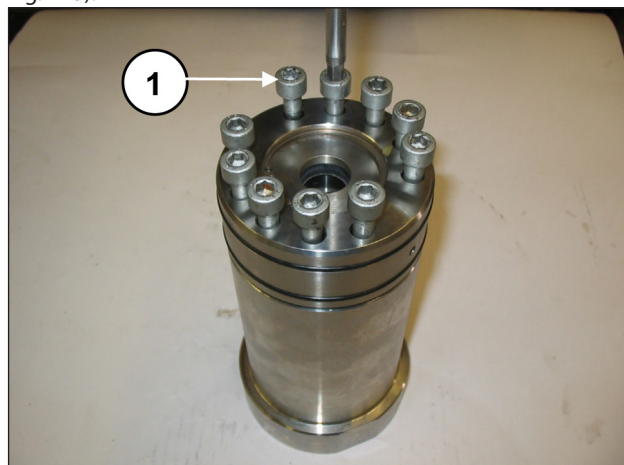
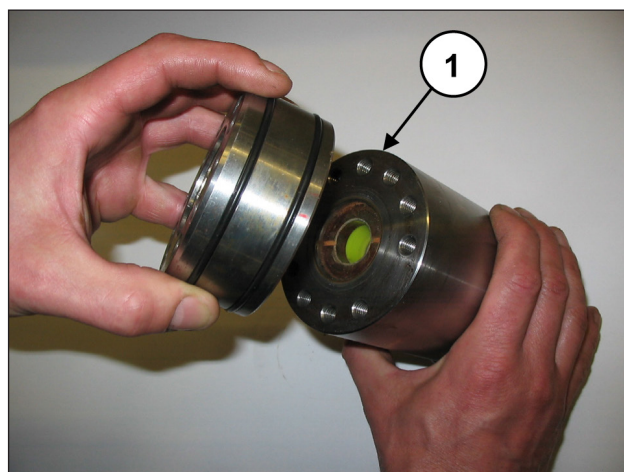

Fig. 124
Fig. 125
Extraer los tornillos M8x50 que fijan el soporte a la camisa (pos. ①, Fig. 124) y separar el soporte de la camisa (pos. ①, Fig. 125).